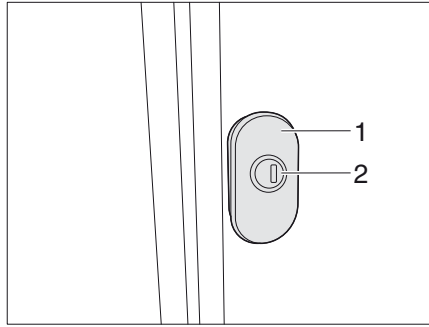
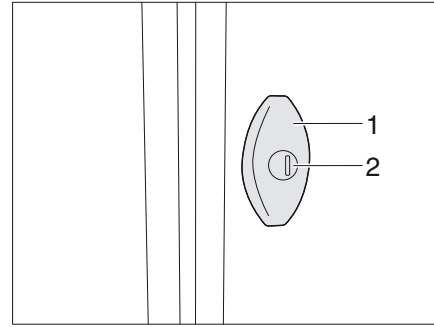

Bild 56 Vridspännlås (variant 1)
Bild 57 Vridspännlås (variant 2)
- Stick in nyckeln i låscylindern (Bild 56/Bild 57,1) och vrid ett kvarts varv. Lucklåset är upplåst.
- Dra i vridspännlåset (Bild 56/Bild 57,2) och vrid i 180° moturs. Den utvändiga luckan är öppen.